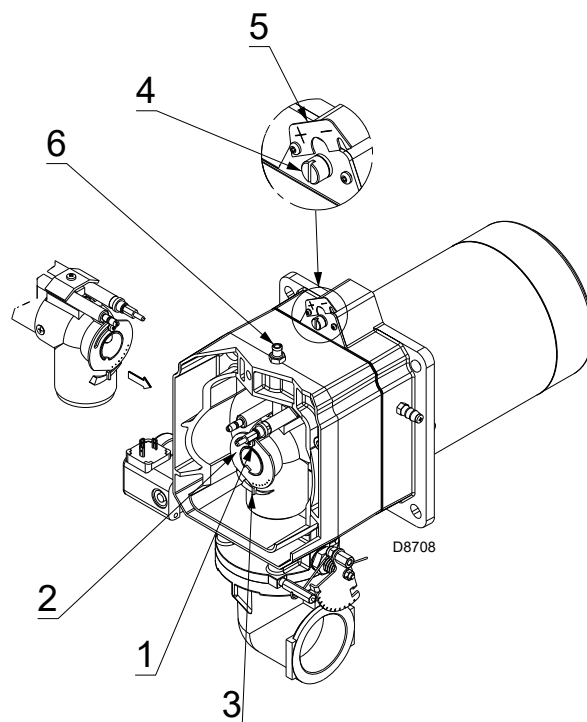
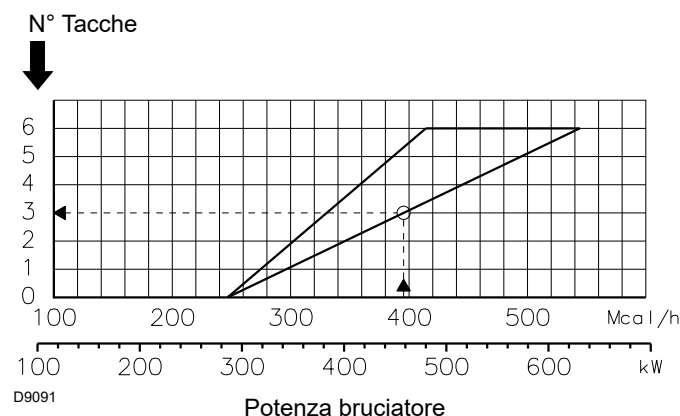

Fig. 13
Fig. 14
quando la potenza MIN è compresa tra 80 ÷ 129 kW, la ghiera 2)(Fig. 13) va regolata a 0.
Trovare nel diagramma (Fig. 14) la tacca alla quale regolare sia aria che gas/aria centrale:
- Ruotare la vite 4)(Fig. 13) fino a far collimare la tacca trovata con il piano anteriore 5) della flangia.
- Allentare le viti 1)(Fig. 13) e ruotare la ghiera 2) fino a far collimare la tacca trovata con l'indice 3).
Dal diagramma (Fig. 14) risulta che per questa potenzialità le regolazioni del gas e dell'aria vanno effettuate sulla tacca 3.
Il diagramma indica la regolazione ottimale della ghiera 2) (Fig. 13). Se la pressione nella rete di alimentazione del gas è molto bassa e non consente il raggiungimento della "Pressione gas" a pag. 19 alla potenza MAX, e se la ghiera 2) è solo parzialmente aperta, è possibile aprire ulteriormente la ghiera di 1-2 tacche.
A = Ghiera del gas 2)(Fig. 13 a pag. 16) regolata come diagramma (Fig. 14 a pag. 17).
- B = Ghiera del gas 2)(Fig. 13 a pag. 16) regolata a zero.
Ghiera del gas 2)(Fig. 13 a pag. 16) regolata come diagramma (Fig. 14 a pag. 17).